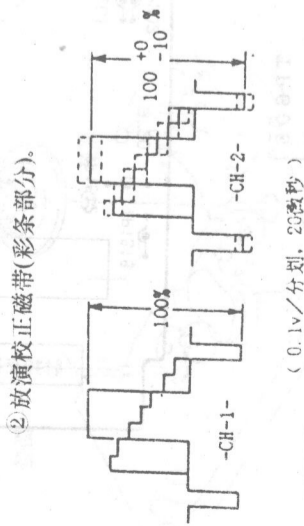

图 42
②调节RT202, 将CH-2波形振幅设定为CH-1波形的 $100 \pm 0.1\%$, 如图42所示。
(3) 塞康检波电平调整(CT, VPS)